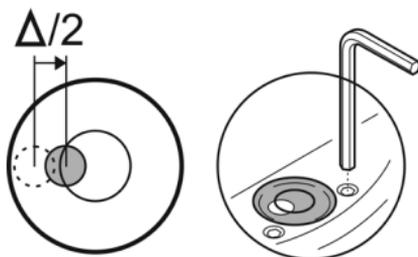

Рис. 9
Юстировка производится следующим образом: вращайте юстировочные винты (4) до тех пор, пока пузырек не сместится к центру круглого уровня на половину отклонения  $\Delta/2$  (рис. 9).